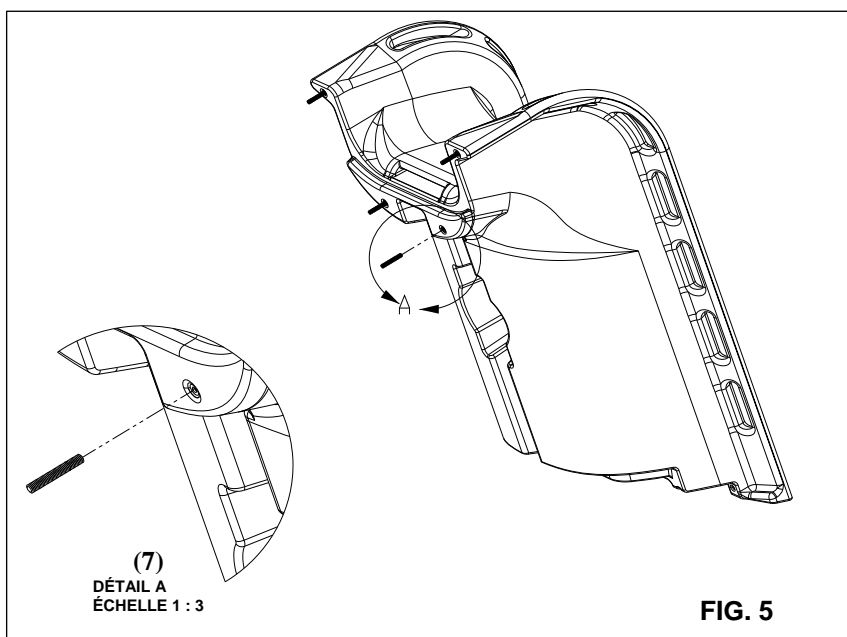

FIG. 5
4) Installez les goujons dans les douilles taraudées comme l'illustre la Figure 5. Les goujons doivent être vissés à la main jusqu'au fond de la douille. Si les goujons ne peuvent pas être vissés à la main, utilisez des pinces. Avant d'utiliser des pinces, un chiffon doit être placé sur le goujon pour protéger le filetage. **Remarque :** assurez-vous d'appliquer un film d'antigrippant sur toutes les pièces de fixation pour éviter tout grippage.